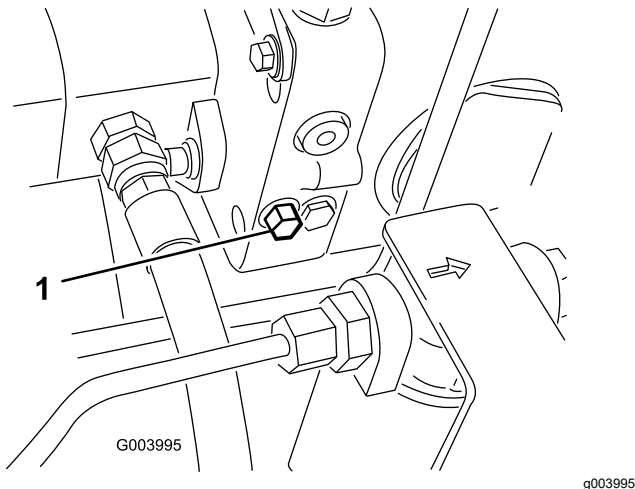

Figura 62
1. Localice la válvula de desvío, situada en el lado izquierdo del hidrostato (Figura 62).